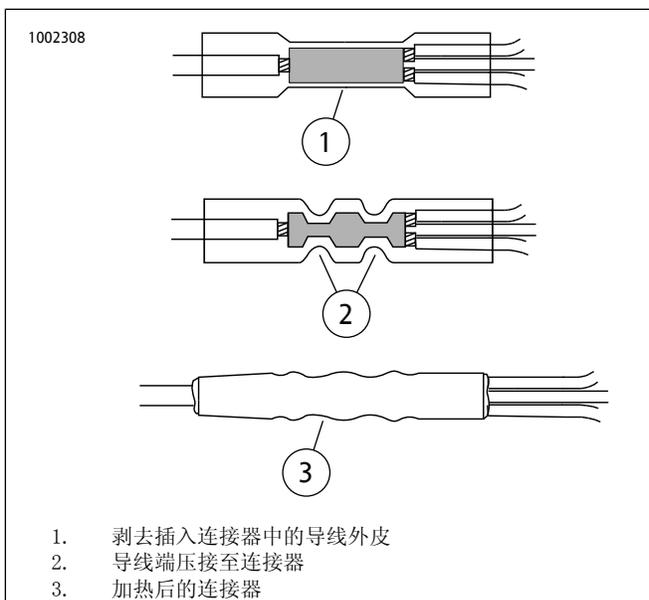

图5。安装密封线头连接器
6. 参见图5。将连接器另一端拼接到座椅下的后照明连接器(2)附近的主线束上的附件接线电路(9)(橙色或橙色/白色导线)。
- 参见图5。对于每个拼接点, 按照所示的方式将导线末端插入拼接连接器。